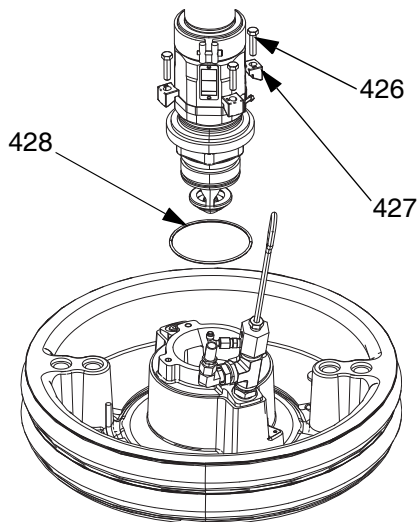

图 35: 55 加仑安装套件
1. 将安装套件中的 O 形圈 (428) 放到压盘 (AD) 上。如果与压板固定，将活塞泵 (AC) 放到压盘 (AD) 上。参见图 35。
2. 用包括在安装套件 255392 中的螺丝 (426)、垫圈 (425) 和夹子 (427)，将泵的入口法兰固定到压板上。